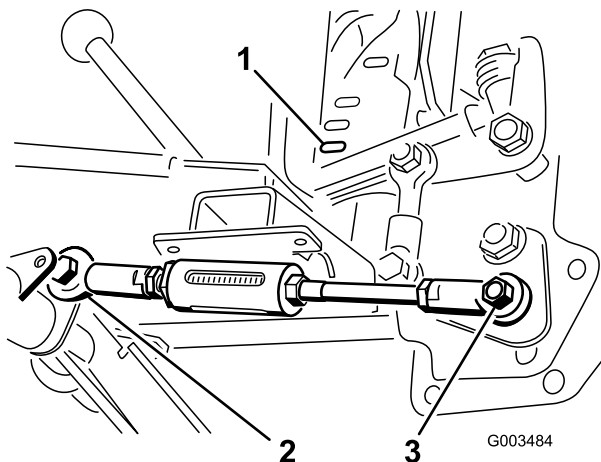

Figura 8
6. Mueva la palanca de elevación hasta que el taladro de la articulación esférica esté alineado con el taladro del lado derecho de la palanca de la varilla ajustable del tubo de giro, y sujete la varilla a la palanca con un perno (1/2 x 1-1/2 pulgadas) y una contratuerca (1/2 pulgada), según se muestra en Figura 8.